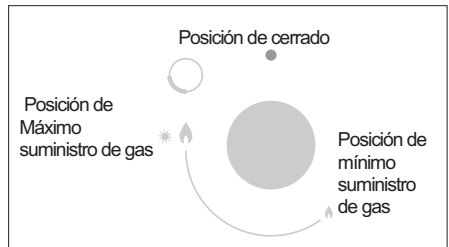

FIG. 1
Presione y haga girar en sentido contrario al de las agujas del reloj el botón giratorio correspondiente al quemador que desea utilizar hasta alcanzar la posición de Máximo (llama grande fig. 1). A continuación, presione el mando hasta el fondo.
En los quemadores dotados de termopar de seguridad, gire el botón giratorio correspondiente al quemador que desea utilizar en sentido contrario al de las agujas del reloj hasta la posición de Máximo (llama grande fig. 1) y presiónelo al advertir un tope. Una vez encendido el quemador, mantenga presionado el botón giratorio durante unos 10 segundos.
- Ponga el botón giratorio en la posición de Mínimo una vez alcanzado el punto de ebullición (llama pequeña fig. 1).
- **El encendido de los quemadores con termopares de seguridad solo puede efectuarse cuando el mando se encuentra en la posición de Máximo (fig. 1).**